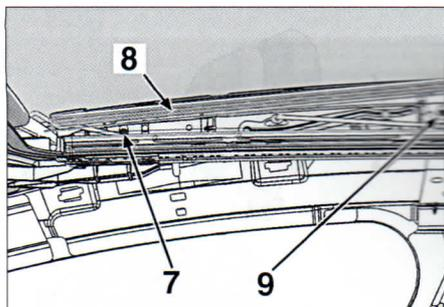

FIG. 56
Desengravar en su parte inferior el fuelle de protección (8) y sacarlo hacia arriba (fig. 56).